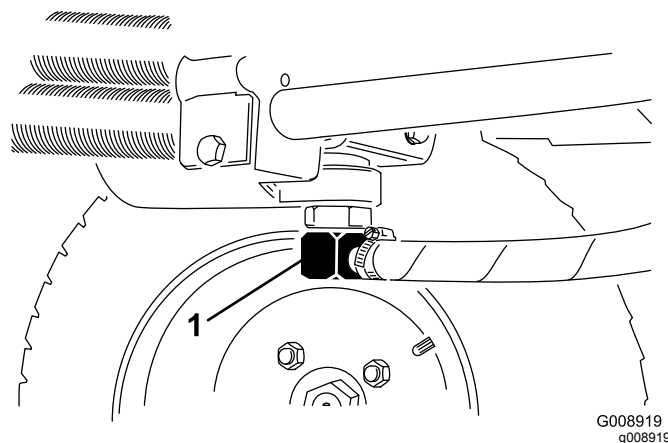
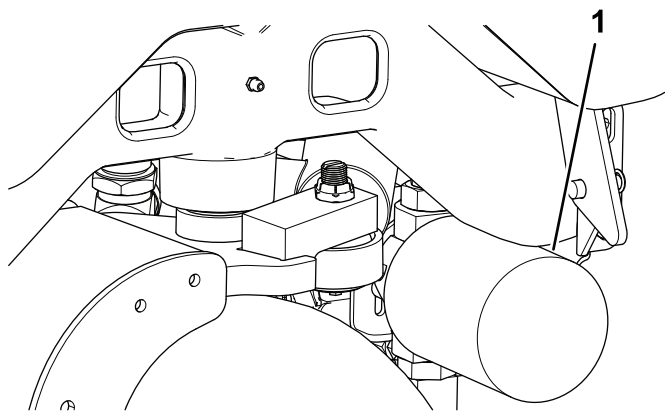

Figura 73
Figura 74
2. Scollegate il tubo idraulico (Figura 73) o togliete il filtro idraulico (Figura 74) e lasciate defluire il fluido idraulico in una bacinella.
4. Collocate una bacinella di spurgo sotto il filtro (Figura 74), e togliete il filtro.